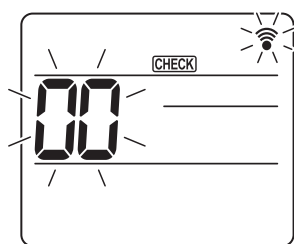
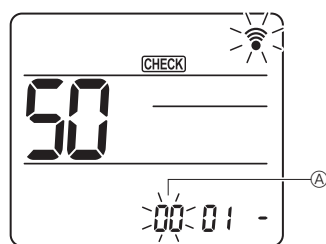
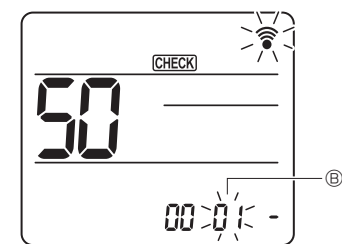
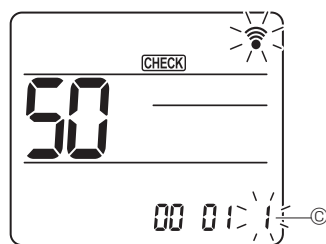

Fig. 7-16
Fig. 7-17
Fig. 7-18
Fig. 7-19
#### 7.4.2. Via trådløs fjernkontroll (Fig. 7-16, Fig. 7-17, Fig. 7-18, Fig. 7-19)
(Start denne oppgaven når skjermen på fjernkontrollen viser at status er slått av.) [CHECK] er tent og "00" blinker. (Fig. 7-16)
- ② Stille inn enhetsnummer
Trykk på [↓]-knappen for å stille enhetsnummer ①. (Fig. 7-17)
- ③ Velge en modus
Trykk på [↓]-knappen for å stille modusnummer ②. (Fig. 7-18)
- ④ Velge innstillingsnummer
Bruk [↓]-knappen for å endre innstillingen nummer ③. (Fig. 7-19)